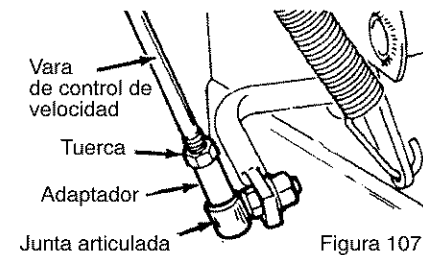

Figura 107
2. Afloje la **contratuerca** hexagonal en la **vara de control de velocidad**. Quite la **junta articulada** del **eje de cambios** (consulte la Figura 107).
4. Gire el **adaptador** hasta que la **junta articulada** quede alineada con el agujero de montaje en el **eje de cambios** (consulte la Figura 107). Una vez alineada, instale la **junta articulada** en el **eje de cambios**.